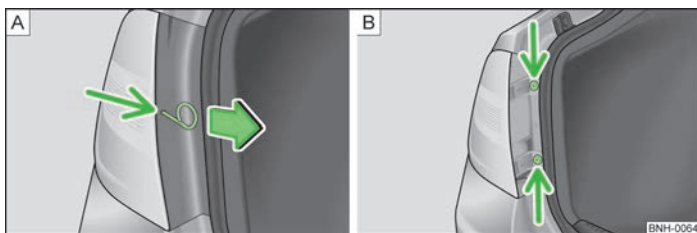

Fig. 133 Demontarea capacului lămpii / Demontarea lămpii
- În orificiul din locul marcat cu săgeți » fig. 133 - [A] se introduce etrierul pentru extragerea capacelor integrale de roți » pagina 145, *Trusa de scule*.
- Deșurubați lampa folosind șurubelnița din trusa de bord » fig. 133 - [B].